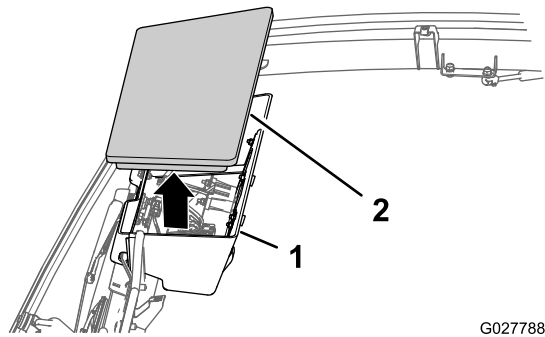

Figura 14
3. Retire la tapa de la consola superior (Figura 14).